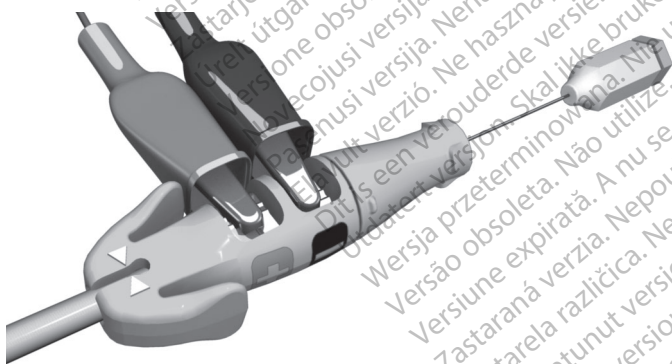

Figure 10. Pinces du PSA fixées sur l'outil de connexion
- Fixer les pinces crocodile du câble du PSA sur le contact à lame de la cathode (–) et sur le contact à lame de l'anode (+) de l'outil de connexion. L'utilisation de l'outil de connexion permet de protéger la broche terminale en évitant qu'elle soit endommagée par les pinces crocodile et d'éviter l'établissement d'un pont entre les contacts de la broche. Veiller à ce que les pinces crocodile soient entièrement accrochées sur les contacts à lame de la cathode et de l'anode afin d'éviter l'obtention de mesures initiales imprécises (Figure 10 Pinces du PSA fixées sur l'outil de connexion en page 28).